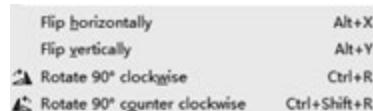

图 1.1.4 元器件旋转操作选项
(1) 元器件的操作:单击元器件,当元器件周围显示蓝色虚线方框时,表示该元器件已被选中。复制、粘贴、剪切、删除元器件的操作快捷键与 Windows 相同,此处不再赘述。
(2) 元器件的旋转:右击所需操作的元器件,出现菜单中包含如图 1.1.4 所示选项,